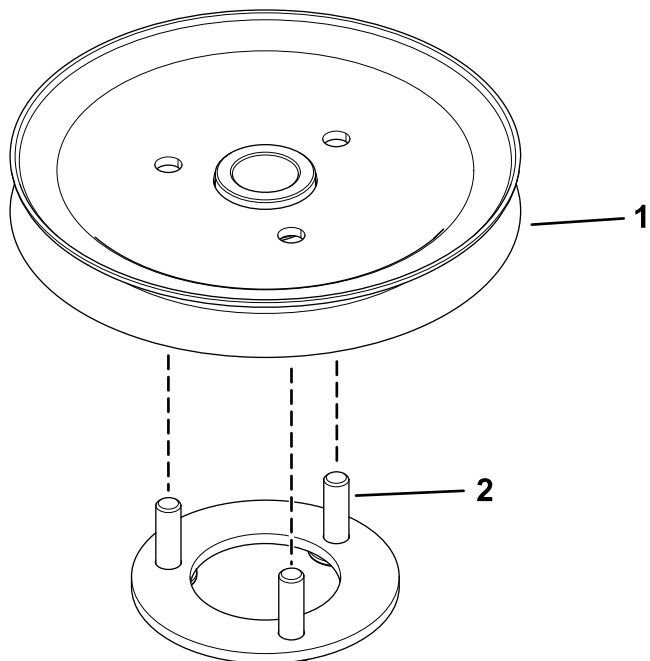

Figur 6
2. Ta bort den övre muttern, brickan och linhjulet från spindeln (Figur 6).